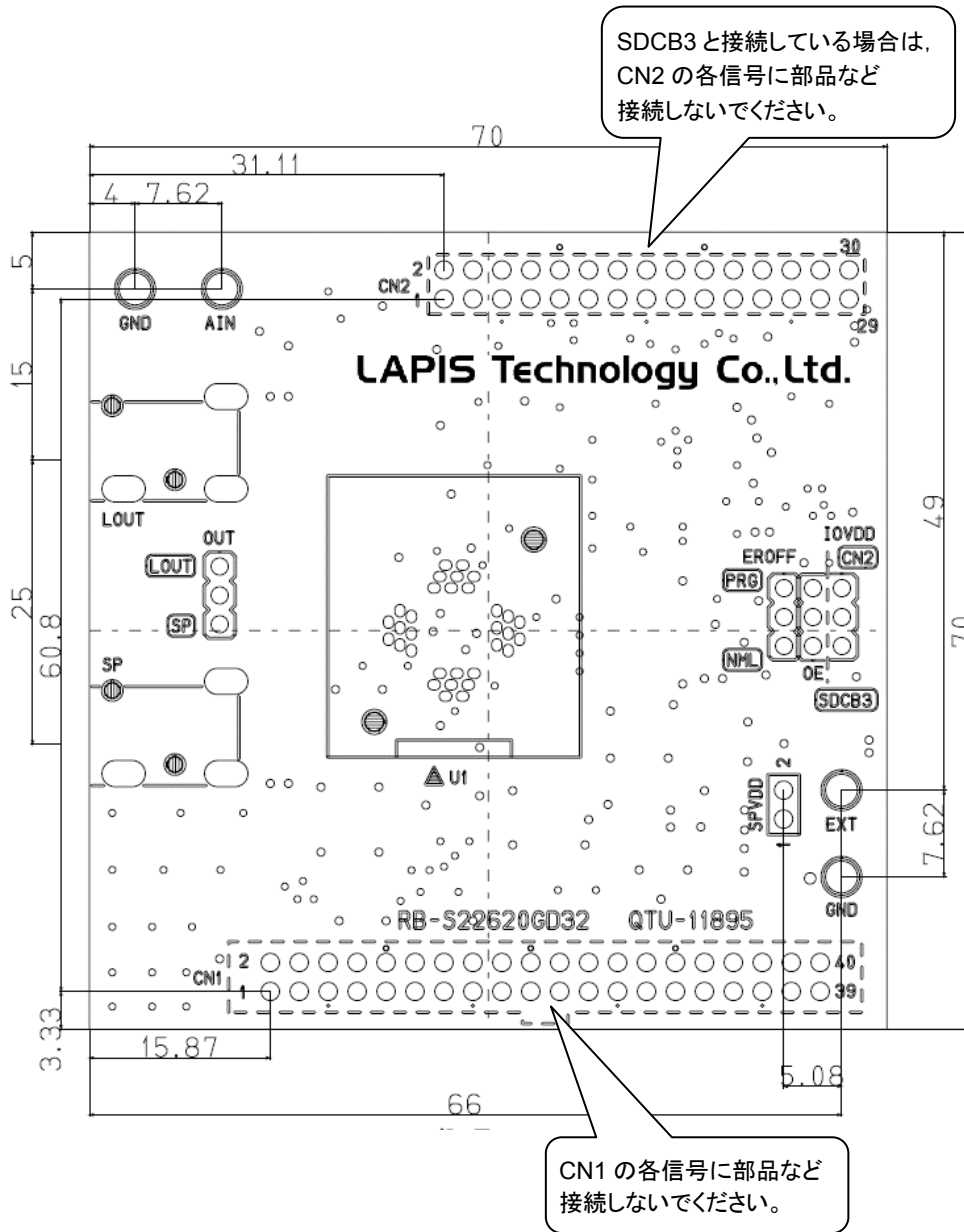

図 7 配置図
本ボードの配置図を図 7 に示します。
4.1 PCB layout 章番号を変更 図 7 を変更